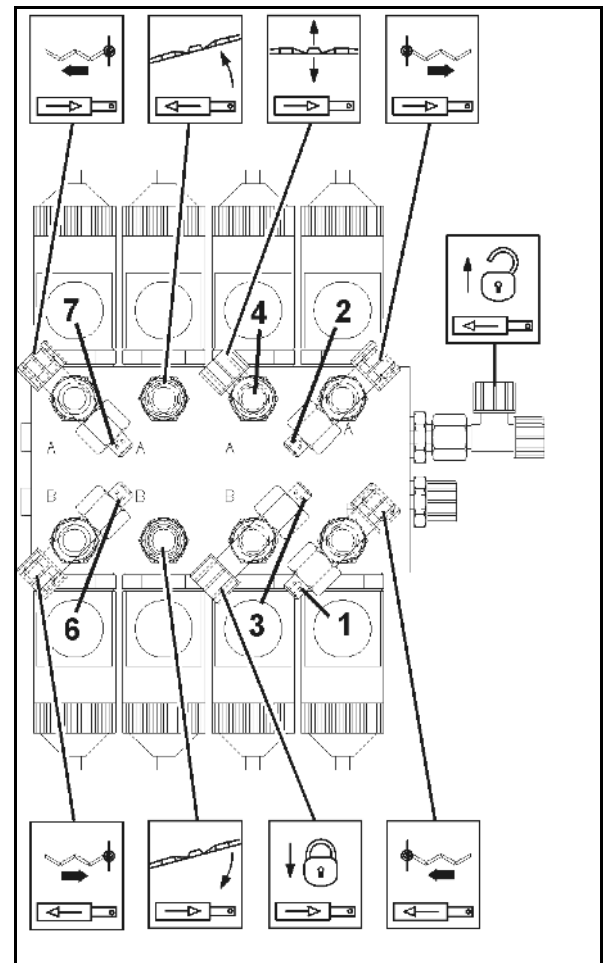

图 170
- 取出阀组（图 170/5）前，注意吸力侧和压力侧阀门各自的安装位置。
- 重新组装时，确保阀门导件（图 170/9）未被损坏。损坏可能导致阀门卡住。
- 以规定的扭矩交叉拧紧螺丝（图 170/1）。螺丝紧固不当可引起翘曲，导致泄漏。
2. 拧开螺丝（图 170/1），取下箍圈（图 170/2）。
3. 卸下吸力和压力管（图 170/3 和 图 170/4）。
4. 取出阀组（图 170/5）。
5. 检查阀座（图 170/6）、阀门（图 170/7）、阀门弹簧（图 170/8）和阀门导件（图 170/9）的损伤或磨损。
6. 卸下 O 形圈（图 170/10）。
8. 检查和清洗后安装阀组（图 170/5）。
9. 装入新的 O 形圈（图 170/10）。
10. 用法兰将吸力（图 170/3）和压力管（图 170/4）连接到泵壳体并安装箍圈（图 170/2）。
11. 以 11 Nm 扭矩交叉拧紧螺丝（图 170/1）。